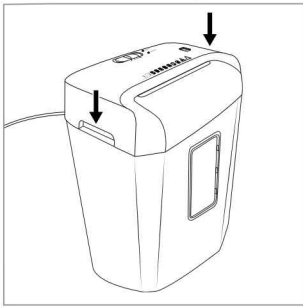

Fig. 1
- ◆ Sujete el accesorio de corte **5** por los dos agarres **7** integrados y colóquelo sobre el contenedor **10** de forma que el cable de red **1** apunte hacia atrás y la ventana de control **9** del contenedor **10** apunte hacia delante (consulte la fig. 1).